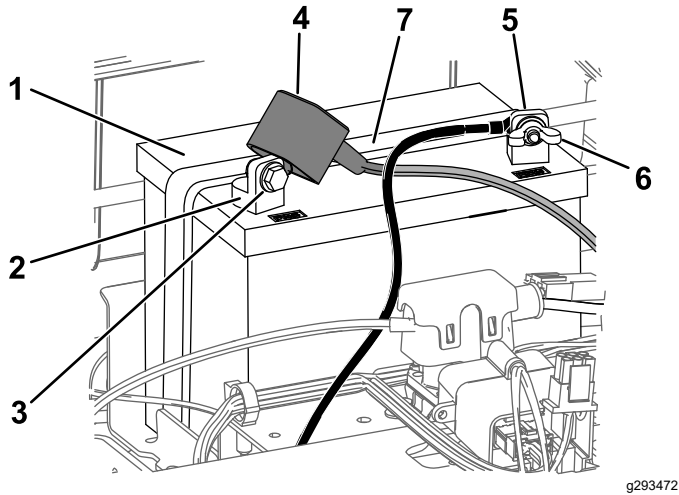

図 48
- バッテリー端子からマイナスケーブル黒を外す 図 48。
6. バッテリー端子からプラスケーブル赤を外す 図 48。
7. バッテリー押さえ 図 48を外して、バッテリートレイからバッテリーを取り出す。
1. バッテリーをトレイに載せる 図 48。
5. バッテリー押さえを使ってバッテリーを固定する 図 48。